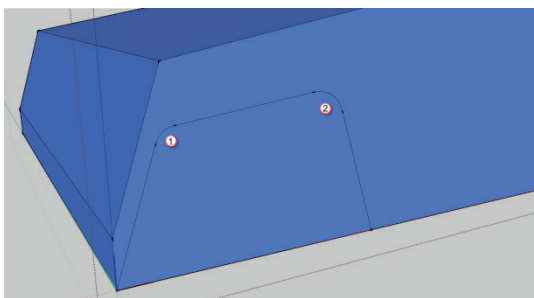

图 2.13 擦除多余的线段 1
(3) 擦除多余的线段 1。按 E 快捷键发出“擦除”命令，擦除圆弧①、②处多余的线段，如图 2.13 所示。